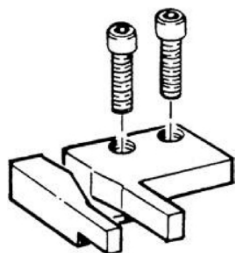
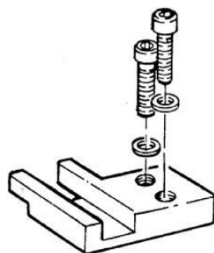

Fig. 4
Fig. 5
- Fiecare set de ghidaje pentru curele este format dintr-un ghid de ieșire (Fig. 4) și unul de reintrare (Fig. 5).